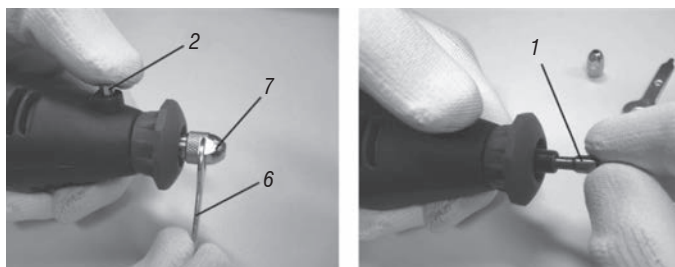

Fig. 2 – Instalación de la pinza
- 1. Mientras presiona la traba del eje (2), y con la llave de boca (6), destornille la tuerca de fijación (7);
- 2. Insiera la pinza (1) en el orificio del eje;
3. Mientras presiona la traba del eje (2), apriete la tuerca de trabado (7), fig.2;
1. Sujete la traba del eje (2), con la llave de boca (6) retire la tuerca de fijación (7);
2. Insiera el vástago del accesorio (8) en la pinza (1), fig. 2;